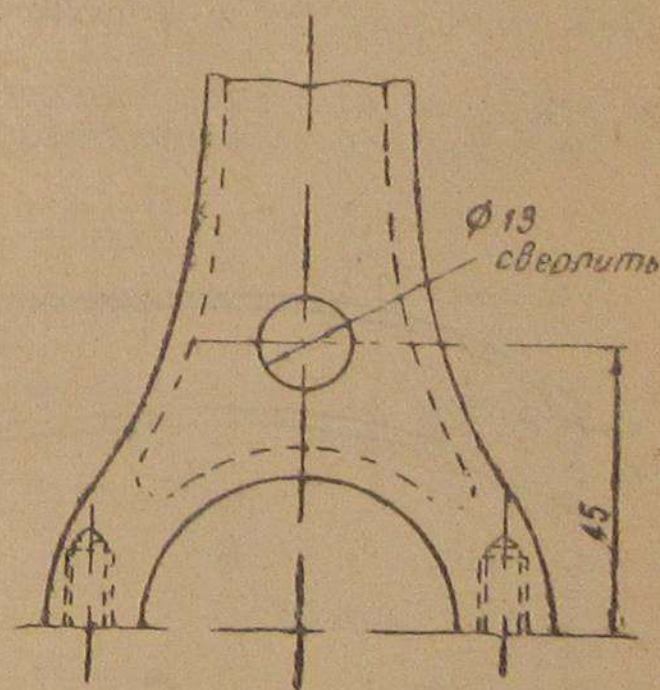

Рис. 10. Кронштейн рулевой колонки автомобиля ГАЗ-АА.
6. Просверлить в кронштейне рулевой колонки согласно рис. 10 отверстие диаметром 13 мм для установки сектора управления дроссельной заслонкой смесителя.